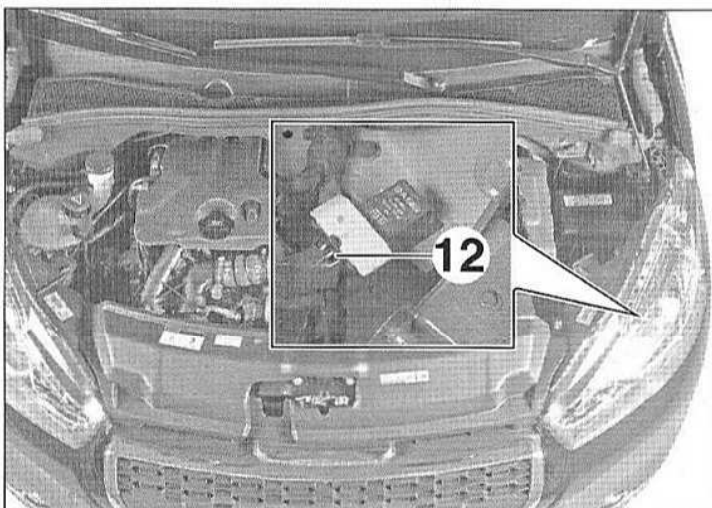

FIG.137
- Sous l'optique avant gauche, débrancher le connecteur du boîtier de préchauffage (12) et écarter le faisceau (Fig.137).